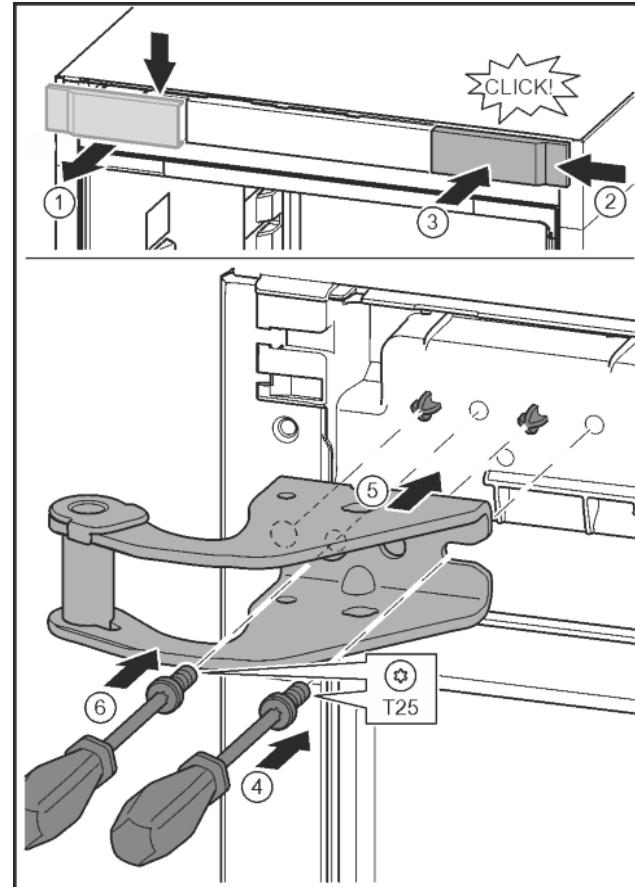

Fig. 13
- Відпустіть кришку та зніміть збоку. Fig. 13 (1)
- Почепіть кришку, що повернута на 180°, з іншого боку праворуч. Fig. 13 (2)
- Зафіксуйте кришку. Fig. 13 (3)
- Встановіть гвинт за допомогою викрутки T25. Fig. 13 (4)
- Встановіть верхній опорний кронштейн. Fig. 13 (5)
- Закрутіть гвинт. Fig. 13 (4)
- Встановіть та закрутіть гвинт за допомогою викрутки T25. Fig. 13 (6)